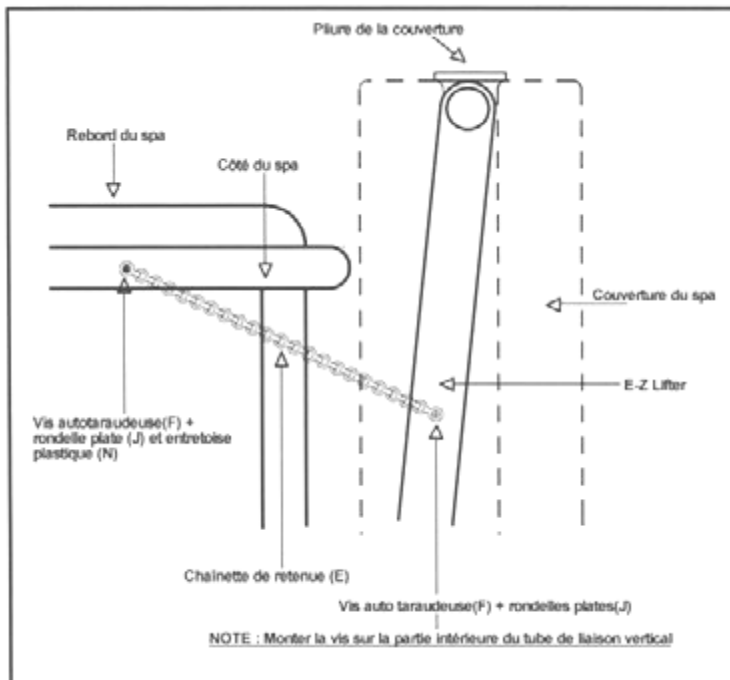

Figure 5A
8a) Montez la chaînette de retenue (E) sur l'habillage du spa à l'aide d'une vis auto taraudeuse (F). Insérez d'abord une rondelle plate (J) sur une vis auto taraudeuse (F) suivie de l'extrémité de la chaînette de retenue (E) et d'une entretoise plastique (N). Vissez l'ensemble sur la marque repère faite sur le spa jusqu'à blocage. Desserrez l'ensemble d'un demi tour pour que la chaînette puisse circuler librement (voir figure 5a et 6).